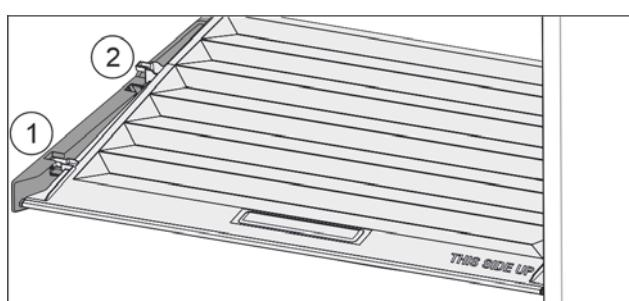

Fig. 26
- ▶ Потянуть крышку до отверстия в поддерживающих деталях вперед Fig. 26 (1).
- ▶ Поднять сзади снизу и извлечь Fig. 26 (2) движением верх.